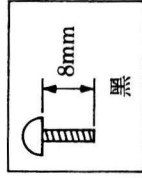

图 13
③卸下镜头罩和螺钉(F),如图 13 所示;
④轻轻提起左侧外壳,然后断开左侧外壳的连接器。